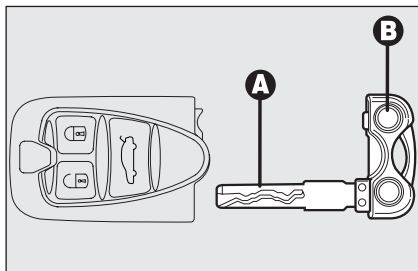

fig. 7
En la llave electrónica **fig. 7** además hay una pieza metálica **A**, que se puede sacar pulsando la tecla **B**.
**No deje la llave electrónica en el interior del coche para evitar que especialmente los niños, pulsen accidentalmente la tecla B-fig. 7.**